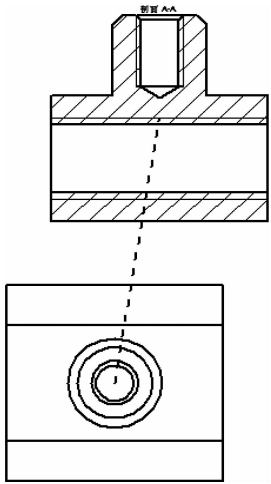
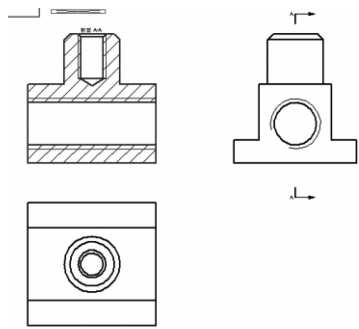

图 9-65 创建对齐
图 9-66 创建对齐后效果图
(8) 再选择剖视图，如图 9-65 所示。单击【确定】按钮，效果如图 9-66 所示。